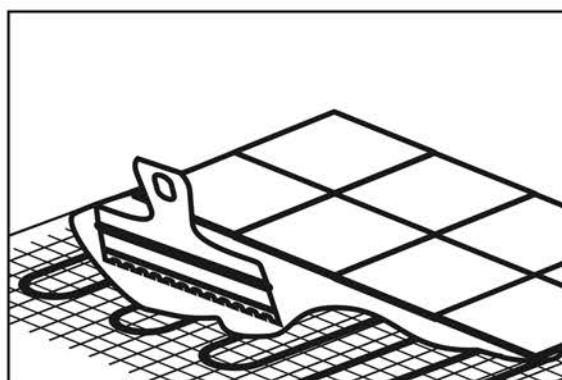

Рис. 7 – Проведения монтажа напольного покрытия
9. Сделать монтаж напольного покрытия согласно инструкции производителя (рис.7). Раствор для монтажа или плиточный клей должен быть толщиной 5-8 мм. Не допускается образование пузырей и воздушных пустот. Все используемые компоненты и материалы должны выдерживать температуру до +80 °C.